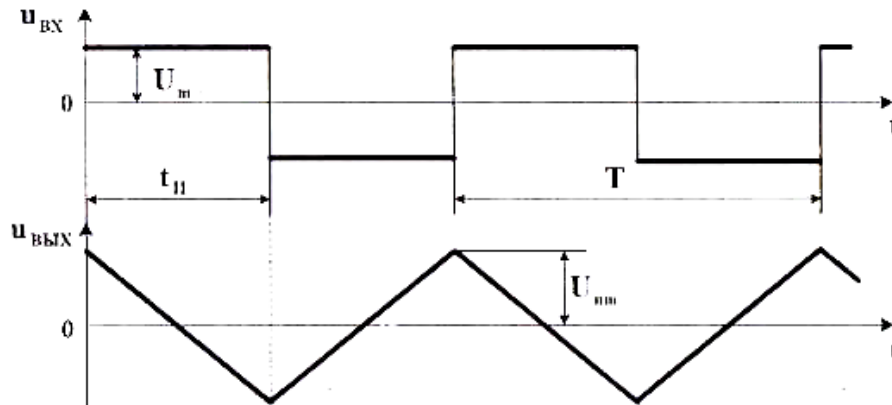

Рис. 5
При периодическом прямоугольном входном сигнале напряжение на выходе интегратора имеет пилообразную форму с амплитудой $U_{\text{пм}}$ (рис. 5).
Для интервала времени $t_{\text{и}}$ (рис. 5) подставим в уравнение (1):
б) исследовать работу интегратора в режиме генератора пилообразного напряжения (рис. 5). Для этого на функциональном генераторе установить прямоугольное знакопеременное напряжение с заданной частотой f и амплитудой U_m , рассчитанной по формуле (2). Напряжение на входе $U_{вх}$ и выходе $U_{вых}$ контролировать при помощи осциллографа. При необходимости подстроить потенциометром $RP1$ амплитуду U_m знакопеременного прямоугольного сигнала так, чтобы пилообразный выходной сигнал интегратора стал симметричным относительно нуля с амплитудой $U_{nm} = U_{вых \max}$. Зарисовать осциллограммы $u_{вх}(t)$ и $u_{вых}(t)$. Сравнить полученные результаты с расчетом по значениям U_m, f, U_{nm} .